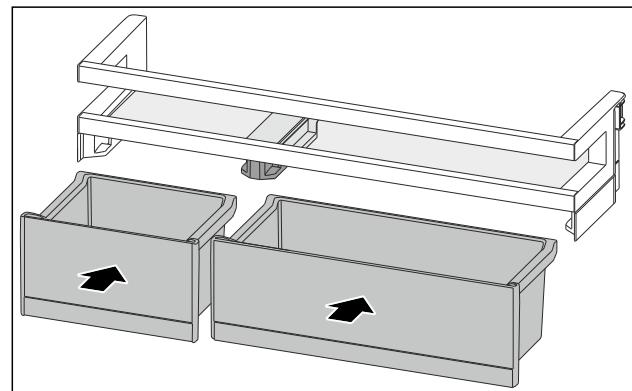

Fig. 129
- VarioBoxen in getauschter Anordnung einsetzen. (siehe Fig. 129)